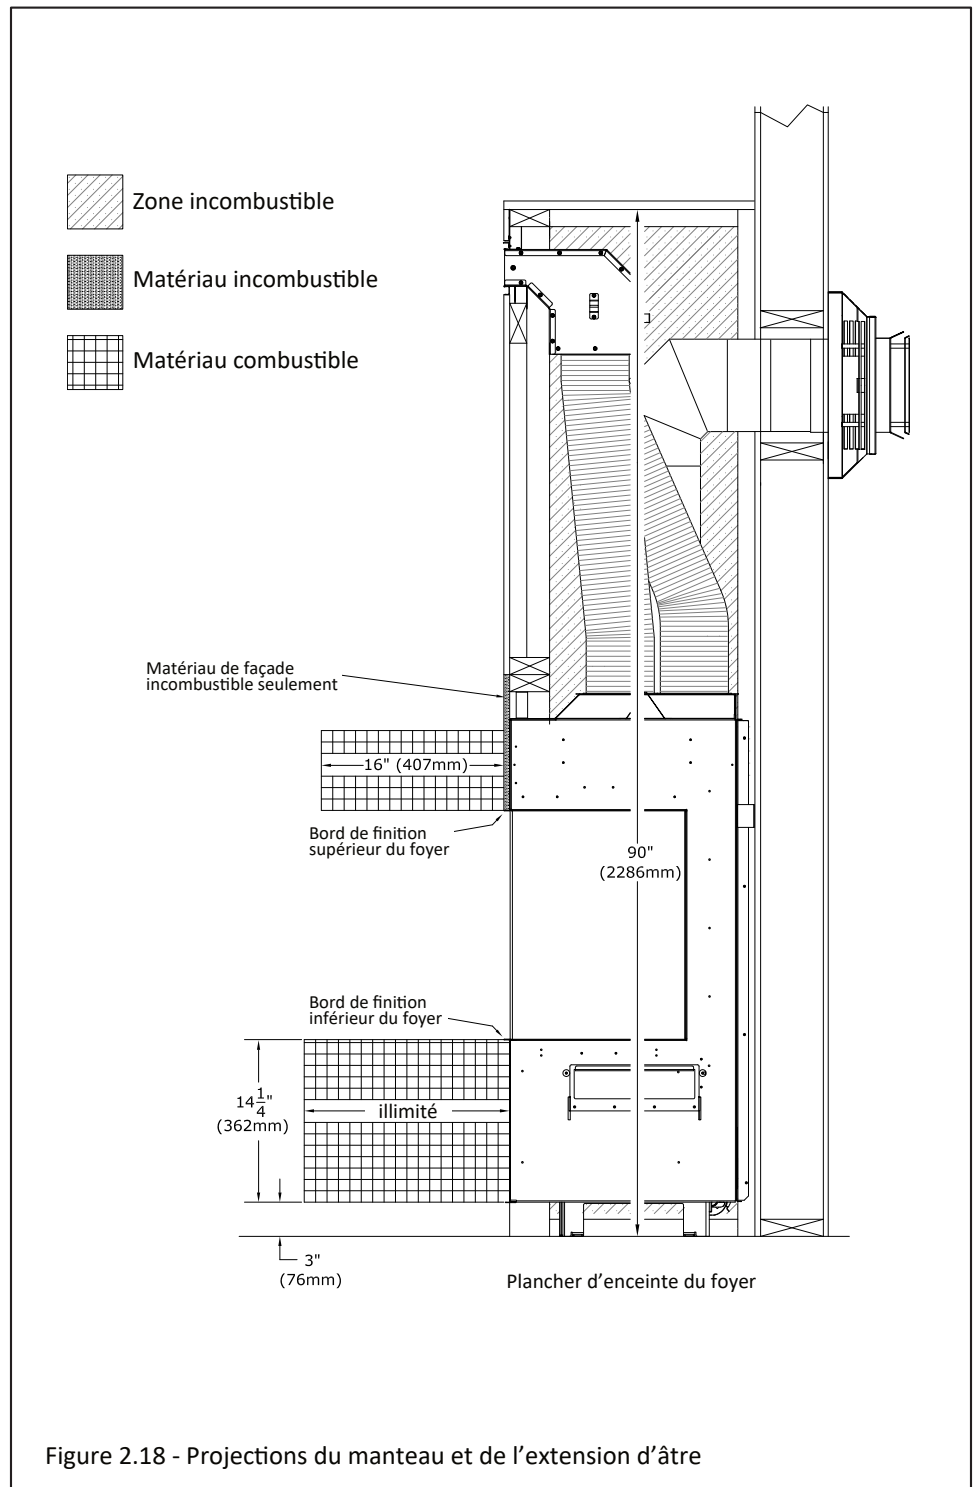

Figure 2.18 - Projections du manteau et de l'extension d'âtre
- **Projection du manteau combustible:** Un manteau ayant 16 po (406 mm) de projection maximum peut être installé à 0 po (0 mm) des bords de finition supérieurs situés à l'avant et au côté du foyer. Voir la Figure 2.18.
- **Extension d'âtre combustible:** Une extension d'âtre combustible peut avoir une projection illimitée et peut être surélevée jusqu'au bord de finition inférieur du foyer. Voir la Figure 2.18.